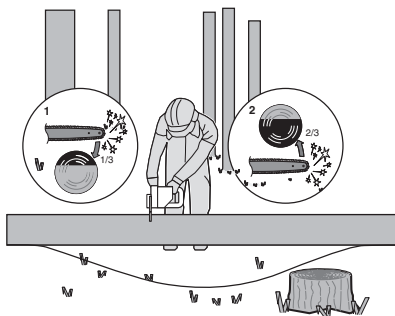

Figura 5
Dacă bușteanul se sprijină pe ambele capete, vezi figura 5, tăiați de sus $1/3$ din diametru (1). Finalizați debitarea printr-o tăiere de jos în sus a diametrului rămas (cele $2/3$ rămase) (1), având grijă să întâlniți tăietura de sus.